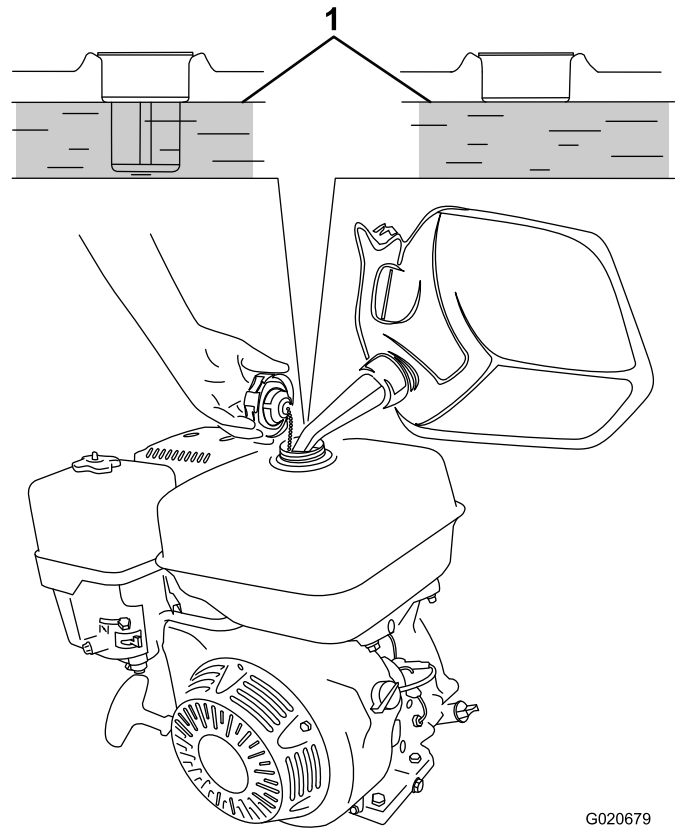

Figure 23
3. Versez du carburant dans le réservoir de carburant jusqu'à ce que le niveau maximum soit atteint (Figure 23).